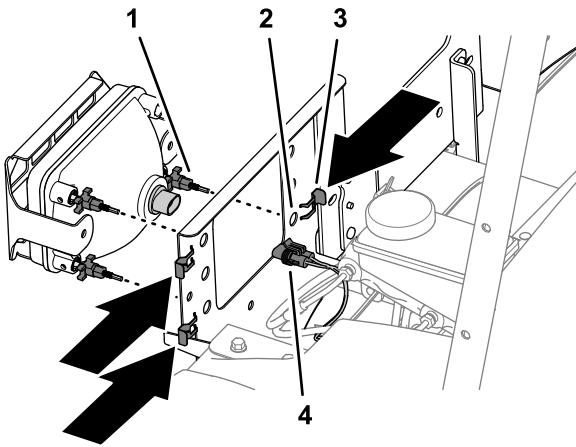

图 46
- 6. 将机器线束的 2 插槽接头连接到大灯后面的 2 针接头 图 46。